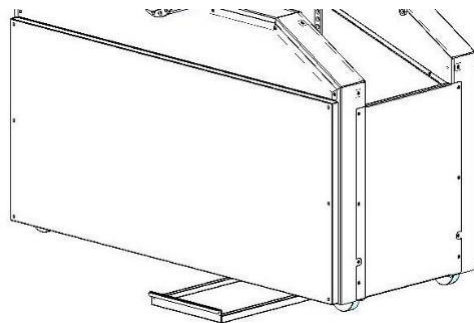

Рисунок 12: Установка машины
6. Вставьте лоток восстановления остатков под машину (рис. 12), одну или другую сторону